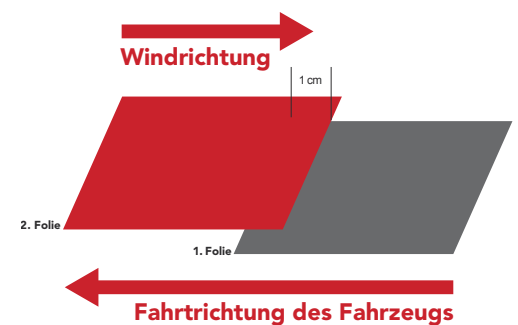

Abbildung 26
- Vertikale Verklebung auf einer beweglichen Fahrzeugfläche: Die Verarbeitung erfolgt stets von hinten nach vorn, die zweite Folie überlappt die erste usw. (Abb. 26)